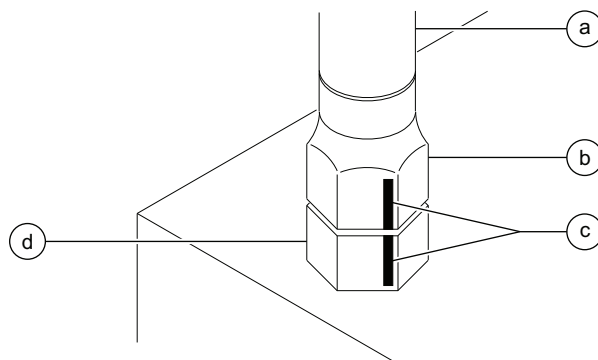

Figura 1
- 2 Com um marcador de tinta indelével, faça uma marca de referência em uma das faces da porca sextavada e continue essa marca até a conexão sextavada. Consulte a Figura 1.